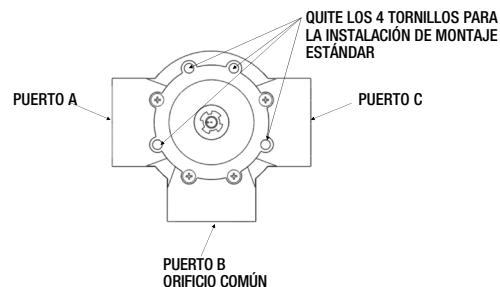

Figura 1.
2. Con un destornillador Phillips, extraiga los cuatro tornillos del cuerpo de la válvula como se muestra en la Figura 1.
Instalación de plomería estándar: una válvula de tres puertos es el puerto B (medio) que es el orificio de entrada (común) y los puertos A y C son los orificios de salida (consulte la Figura 1).